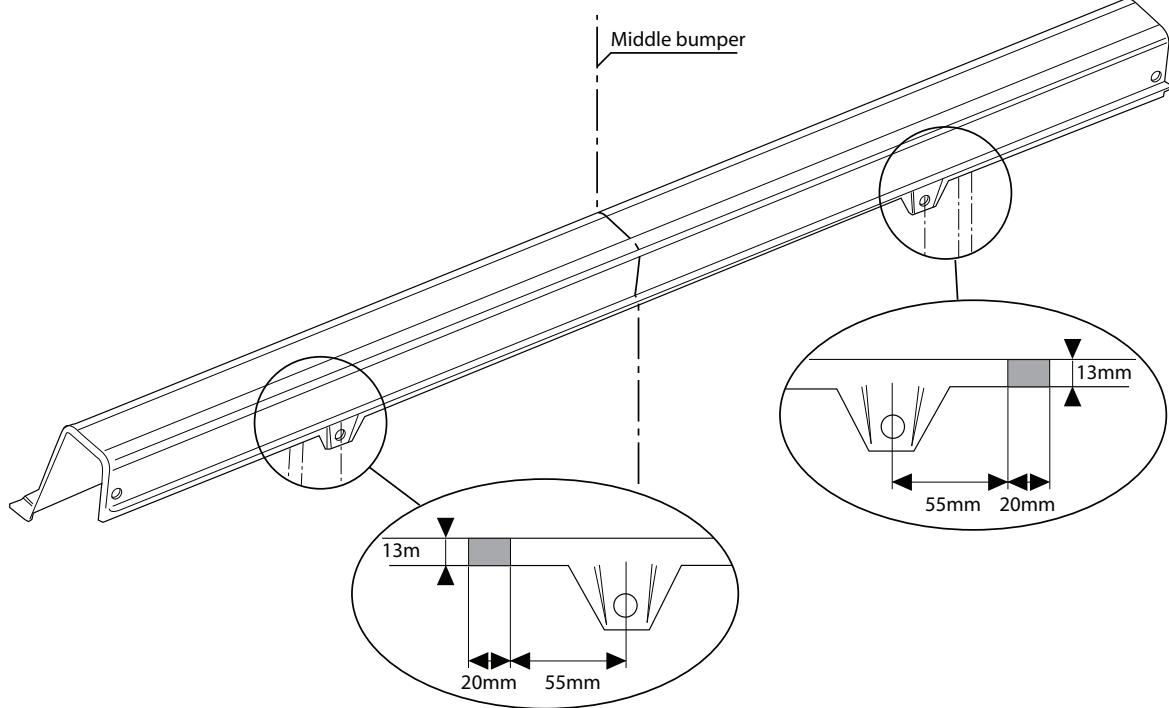

Fig.3
13. Saw out the portions as indicated in fig. 3.
13. Gemäß Abb. 3 die Angelebenen Teile herauslösen.
13. Såga ut delarna enligt fig. 3.